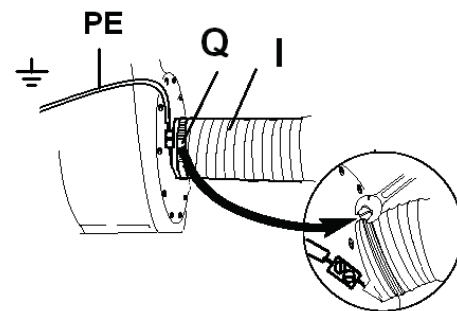

Рис. 4
- Приєднайте сталевий дріт шлангу до жовто-зеленого дроту заземлення (PE, Рис.4). Це забезпечить захист від статичної електрики.
- Запуск та зупинка обладнання здійснюється магнітним вимикачем (F).